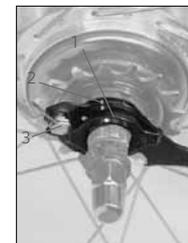

FIGURE 25:
2. Alignez l'indicateur du galet du moyeu arrière (Figure 25) sur le support de joint de pignon.